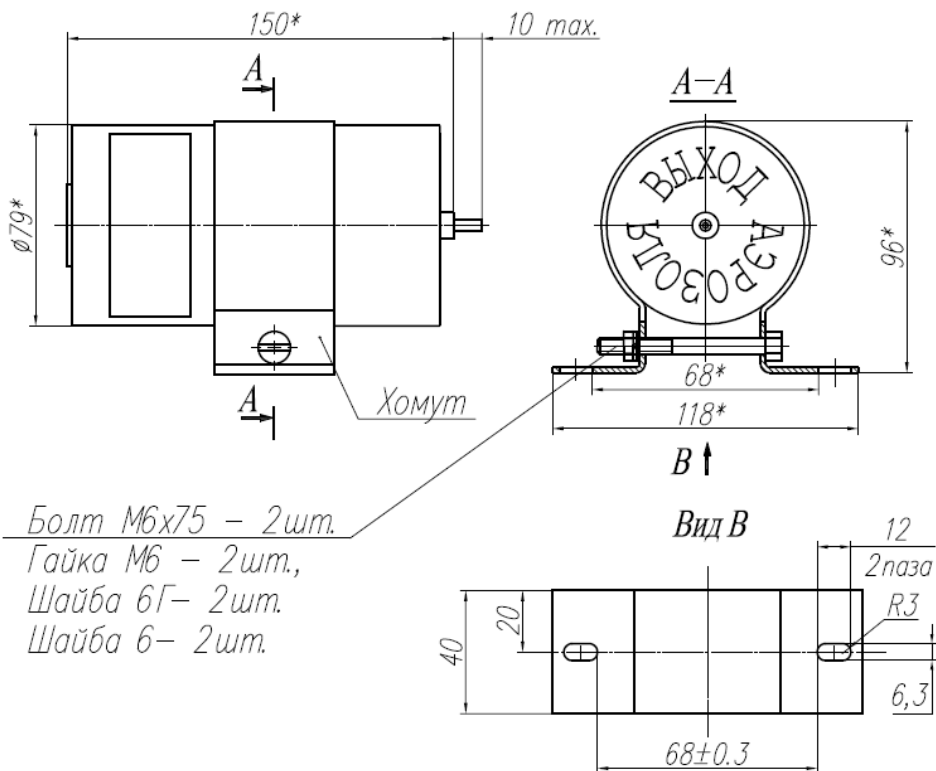

Рис. 2 Способ крепления ГОА.
4.1. Генератор размещается непосредственно на защищаемом объекте (в помещении, на транспортном средстве и т.д.) и монтируется на стене или вертикальной части конструкции объекта. Монтаж генератора производится с помощью кронштейна крепления (рис.2) При выборе расстояния между генератором и объектом тушения необходимо учитывать длины зон с повышенной температурой п. 10 раздела 2, но оно не должно превышать, по возможности, 3,0 м. Для монтажа сверлятся 2 отверстия диаметром 8 мм под пластмассовый дюбель 8 мм на глубину 48 мм в соответствии с размерами, указанными на (рис.2). Кронштейн крепления закрепляется шурупами диаметром 6 мм и длиной 35мм. На металлических конструкциях кронштейн крепления закрепляется при помощи 2 винтов М6х30, 2 шайб пружинных 6 и 2 гаек М6 через 2 паза 6,3 мм.
5.1.3. Генератор в рабочем положении крепится к потолку или стенке внутри защищаемого объекта при помощи кронштейна рис. 2.